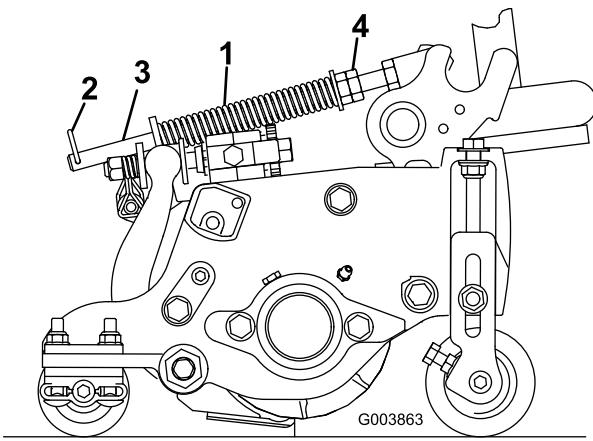

図 15
ターフ補正スプリング図 15は、前ローラから後ローラへと、カッティングユニットの体重移動を行います。これによりユニットを安定させ、いわゆる「波打ったような」仕上がりボビングとかマーセリングといわれる現象を防いでいます。
1. ヘアピンコッターがスプリングロッドの後の穴に差し込まれていることを必ず確認してください図 15。
2. スプリングロッド前部の六角ナットを締めて、スプリング圧縮状態の長さが以下の通りになるようにするリールマスター5410の5インチカッティングユニットでは 12.7cm リールマスター 5510 と 5610 の7インチカッティングユニットでは 15.9cm 図 15。